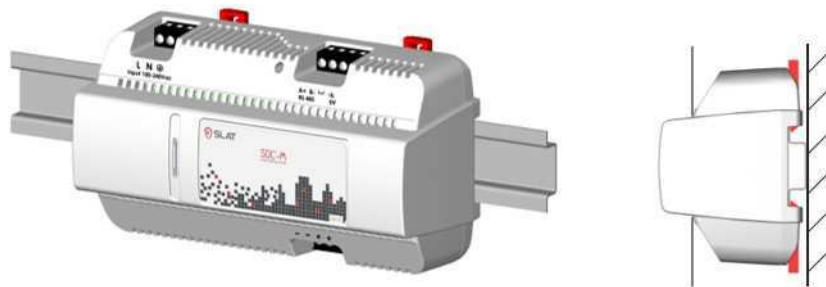

Abb. 6.1: Anbringung an DIN-Schiene
- d. Das Produkt sollte sich selbst tragen. Die Abb. 6.1 zeigt, wie das Gehäuse nach der Montage auf der DIN-Schiene platziert sein soll.